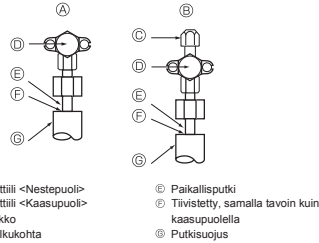

Fig. 5-4
5.4. Kylmäaineputken ilmatiiviiden testausmenetelmä (Fig. 5-4)